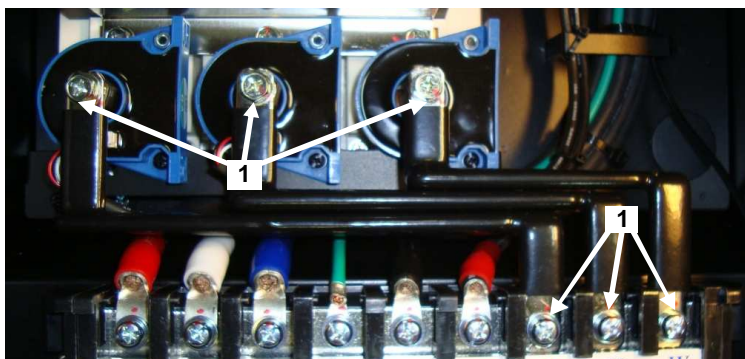

Рис. 6.8. Демонтаж выходных шин.
6.8.1. Отвернуть шесть винтов 1 и демонтировать силовые выходные шины (рис.6.8).